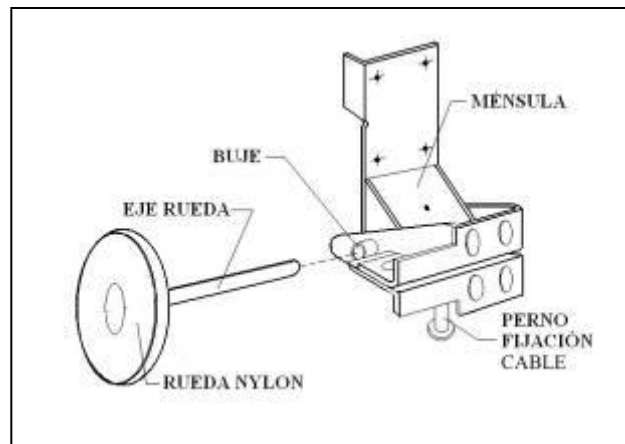

Fig. 4A Montaje Ménsulas para caídas
- Colocar el paracaídas sobre el primer panel inferior e insertar la rueda en la guía fijándolo con 8 tornillos autorroscantes de $1/4" \times 1 \frac{1}{2}"$ (Fig. 4A). Enganchar al paracaídas los respectivos cables de elevación por el lado del ojo galvanizado.